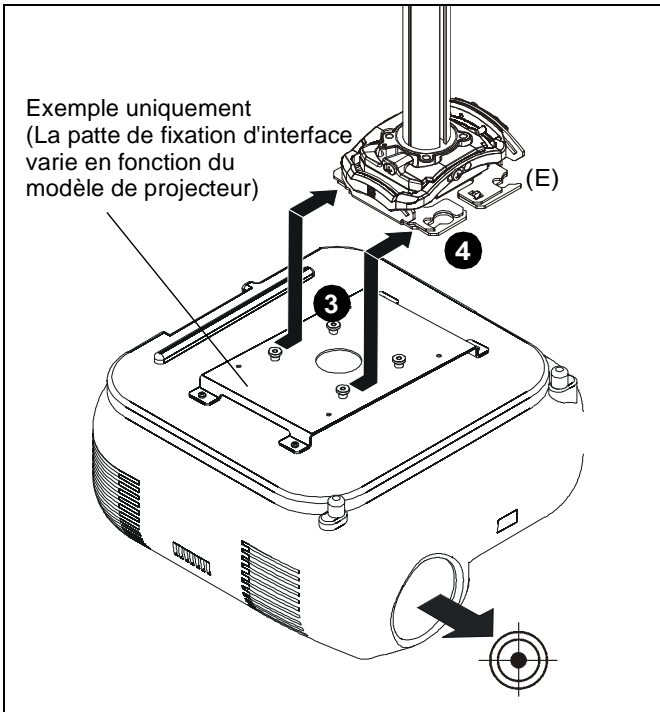

Figure 4
2. Orientez le projecteur avec la patte de fixation d'interface. (See Figure 4)
3. Soulevez le projecteur de façon à aligner les vis avec écrous à ailettes sur les fentes de montage dans la base du système de montage. (See Figure 4)
4. Faites glisser le projecteur avec la patte de fixation d'interface sur les fentes de montage dans la base du système de montage jusqu'à ce que les vis se bloquent à l'arrière des fentes de montage. (See Figure 4)